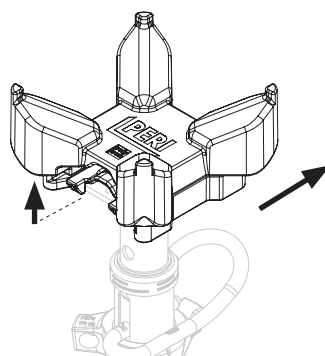

Fig. D1.01c
2. Relever le clip de verrouillage (31.2) avec un doigt de la main supérieure et retirer la tête d'étais. (Fig. D1.01c)